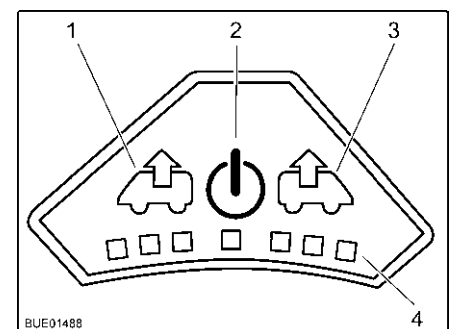

Bild 90 Bedienfeld des Ventilators
- Taste Ein/Aus (Bild 90,2) drücken. Der Ventilator läuft im Komfortmodus (Entlüften mit niedrigster Ventilatordrehzahl).
- Um die Ventilatordrehzahl zu erhöhen: Taste Entlüften (Bild 90,1) drücken. Die Ventilatordrehzahl in Entlüftungsrichtung nimmt um eine Stufe zu. LEDs (Bild 90,4) zeigen die Schaltstufen an.
- Um die Ventilatordrehzahl zu verringern: Taste Belüften (Bild 90,3) drücken. Die Ventilatordrehzahl nimmt um eine Stufe ab.
- Um die Ventilatordrehzahl zu erhöhen: Taste Belüften (Bild 90,3) drücken. Die Ventilatordrehzahl in Belüftungsrichtung nimmt um eine Stufe zu. LEDs (Bild 90,4) zeigen die Schaltstufen an.
- Um die Ventilatordrehzahl zu verringern: Taste Entlüften (Bild 90,1) drücken. Die Ventilatordrehzahl nimmt um eine Stufe ab.
- Taste Ein/Aus (Bild 90,2) drücken. Der Ventilator stoppt, die LEDs erlöschen.